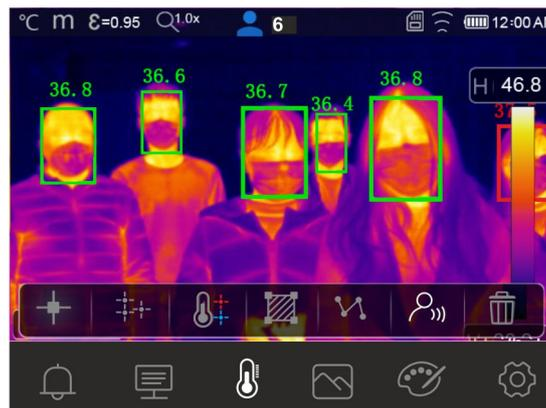

Fig. 33: Mode Visage sur plusieurs personnes
7. Le mode Visage permet d'évaluer la température du visage de plusieurs personnes (**jusqu'à 10 personnes**) simultanément (voir Fig. 33). Le compteur « 👤 » en haut de l'écran indique le nombre de relevés statistiquement valables